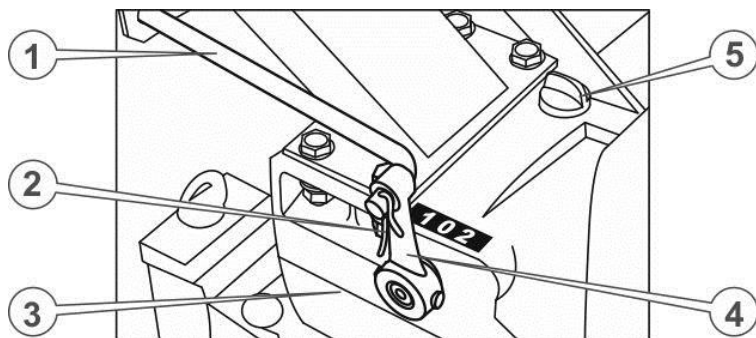

Рисунок 6. – Редуктор та важіль КПП
28. Встановити важіль перемикачів передач, протягнувши його через вушко на кермі та вставивши кінцевим загином в отвір у коромислі на коробці перемикачів передач (див. рис. 6.), зафіксувати важіль шплінтом.